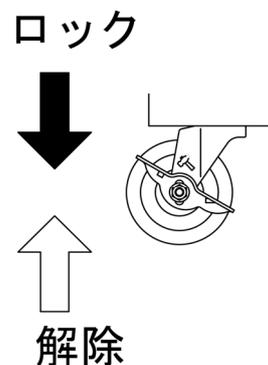

Fig.4.2
- 5) 使用目的に応じた場所に本製品を移動させ、ブレーキをロックし固定してください。(Fig.4.2)